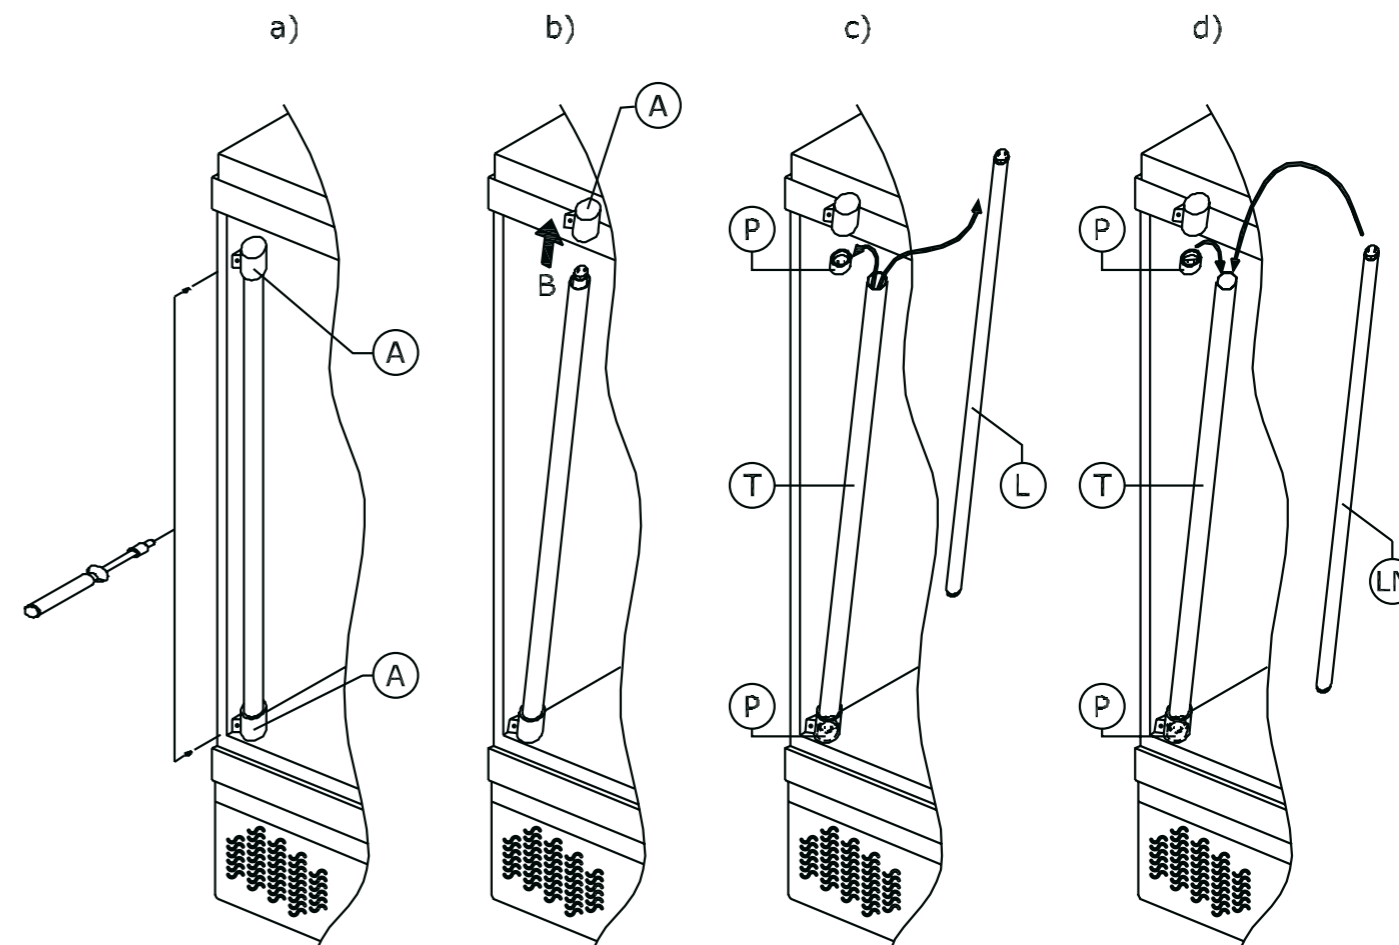

fig. 4.2
1. Con l'impiego di un cacciavite rimuovere le coperture in plastica (A) che bloccano il tubolare trasparente alla cella, svitando le due viti (Fig. 4.2 - a).
2. Con la massima delicatezza sfilare la copertura superiore (A) tirandola assialmente nel senso indicato dalla freccia "B" (Fig. 4.2 - b).
3. Sempre con delicatezza, sfilare il portalampada superiore (P) sconnettendo la lampada da sostituire (L), quindi estrarla dal tubolare protettivo trasparente (T) (Fig. 4.2 - c).
4. Sostituire la lampada (L) con la nuova lampada (LN), sempre da 36 Watt, introducendola nel tubolare (T). Reinserire quindi i due portalampada (P) assicurandosi che le connessioni elettriche siano fatte correttamente (Fig. 4.2 - d). Inserire nuovamente le coperture in plastica (A) e riposizionare il sistema d'illuminazione (LN)+(P)+(T)+(A) fissandolo nuovamente con le apposite viti.